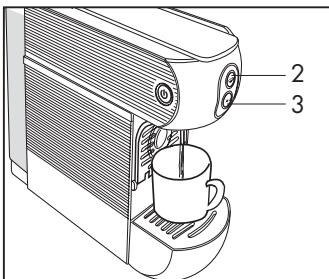

Fig. 6
- Quand la touche de distribution (2-3), est/sont allumée/s en mode fixe, la machine est prête pour l'emploi. Presser la touche de distribution (2), l'eau est distribuée par la machine **(Fig. 6)**; presser de nouveau la touche de distribution (2), quand la quantité d'eau souhaitée est sortie. L'opération de rinçage se termine quand au moins trois tasses d'eau sont sorties.